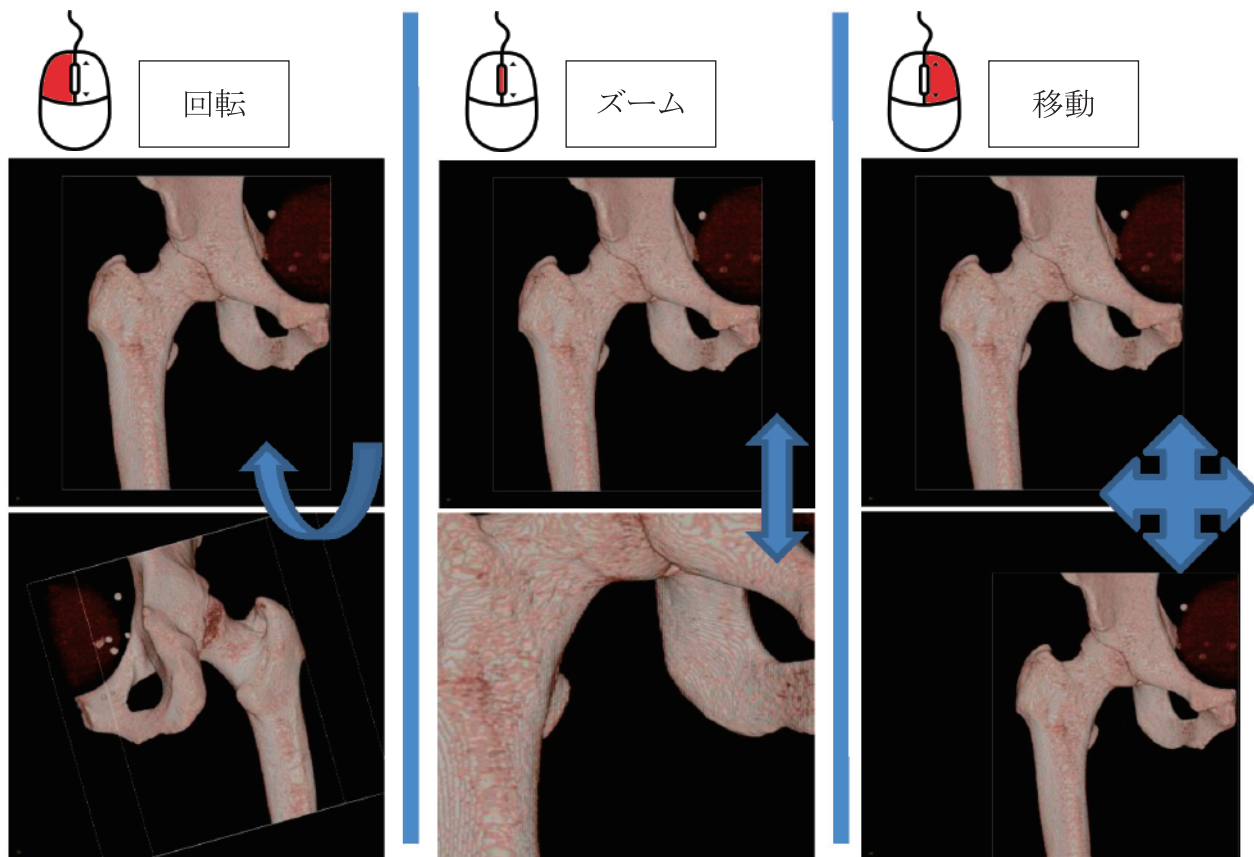

図3-7 カメラ操作
8. カメラ操作、物体の移動・自由回転、補助線・骨切り線の追加は、マウスを使用します。(図3-7, 図3-8, 図3-9, 図3-10)